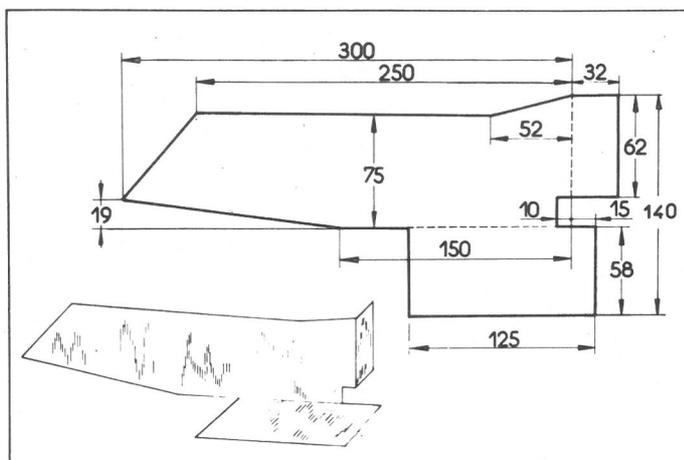
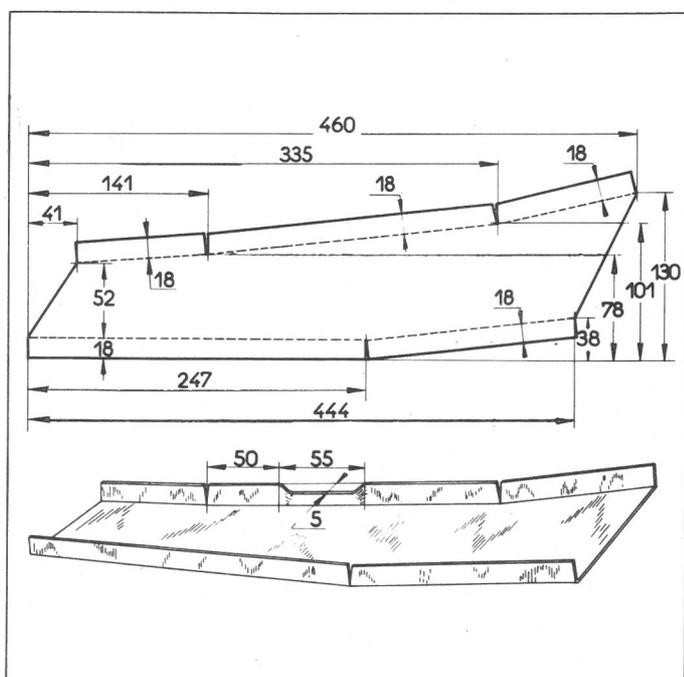

Fig. 1
Fig. 2
- Dans de la tôle de 0,8 mm d'épaisseur, réaliser deux renforts symétriques comme indiqué figure 1 et deux autres renforts symétriques comme indiqué figure 2.